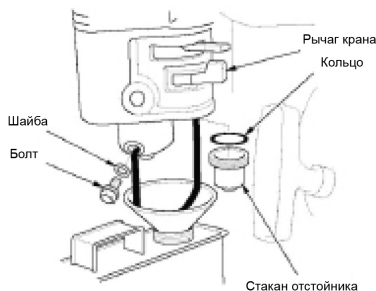

Рис.28
1. Поместите подходящую емкость для топлива под карбюратор (Рис.28), и ис-